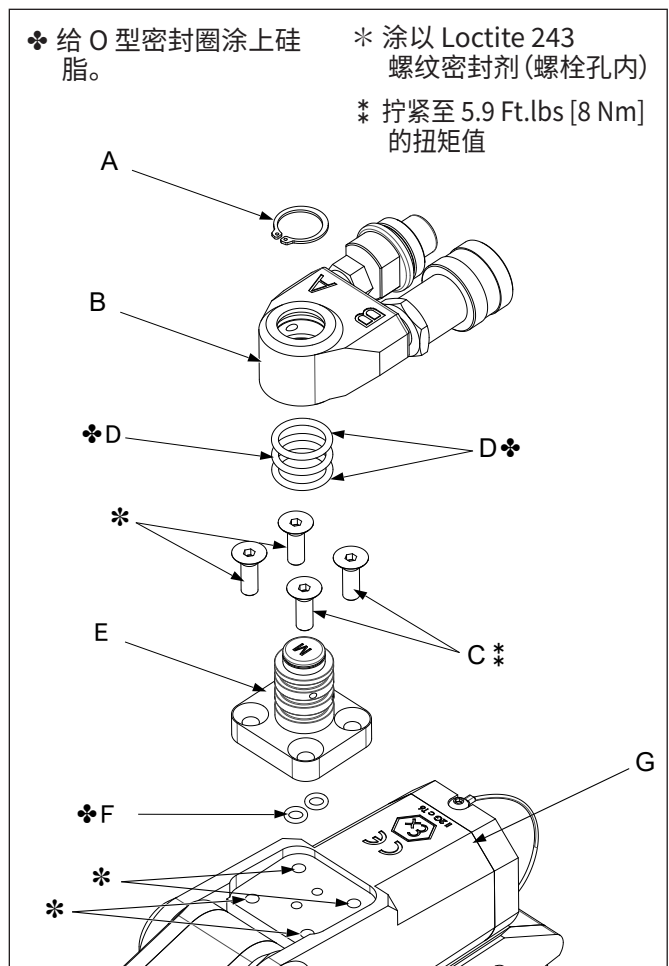
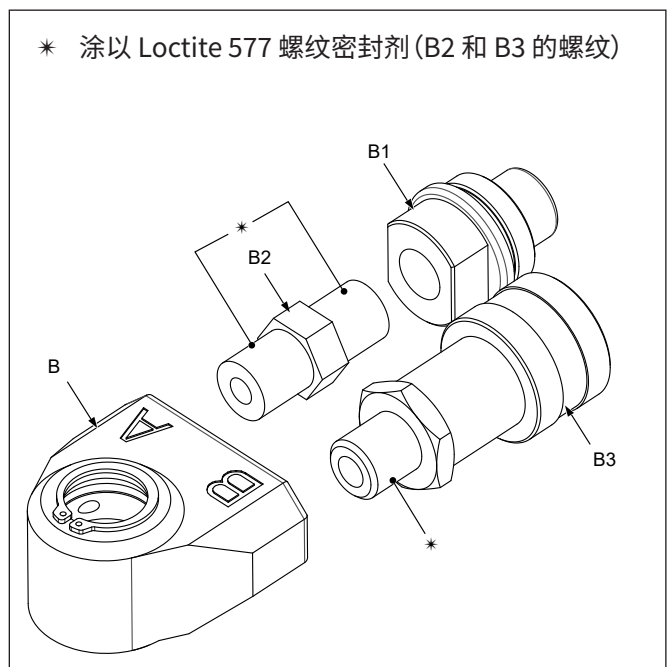

图 17: 旋转接头杆和旋转接头总成
图 18: 旋转接头总成分解图
旋转接头杆和旋转接头总成附件的拆卸(图 17 + 图 18)
- 在扳手外壳的螺纹式安装孔中涂上少许 Loctite 243 螺纹密封剂。具体位置请参见图 17。
- 在旋转接头杆 (E) 基座的端口处装上两个新的 O 型密封圈 (F)。
- 将旋转接头杆 (E) 置于扳手 (G) 上, 确保液压端口对齐。确保 O 型密封圈 (F) 不会掉落或者受到挤压或切断。
- 安装已脱脂的内六角螺钉 (C) 并拧紧至 3.7 Ft.lbs [5.1 Nm]。